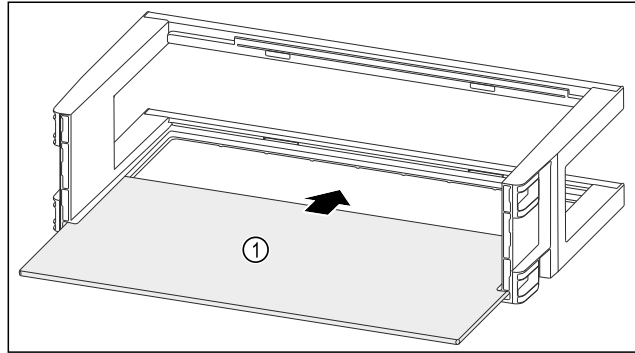

Fig. 118
- ▶ Ablagefläche Fig. 118 (1) in die seitlichen Einsparungen einschieben.